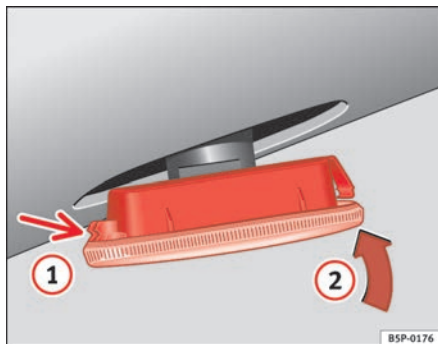

Abb. 160 Seitliche Blinker
- Den Blinker durch Einrasten der Halterungen (1) ⇒ Abb. 160 zuerst in die Aufnahme in der Karosserie und anschließend den Blinker in Richtung von Pfeil (2) ⇒ Abb. 160 einsetzen. ■